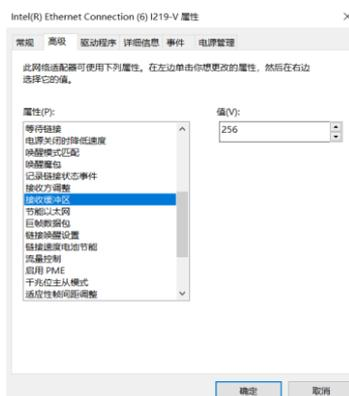

图4-2 网卡属性配置
2. 选择**硬件和声音 > 设备管理器 > 网络适配器**，选中对应的网卡，打开属性中的**高级**菜单进行设置，将**接收缓冲区**设置为最大值，如图 4-2 所示。